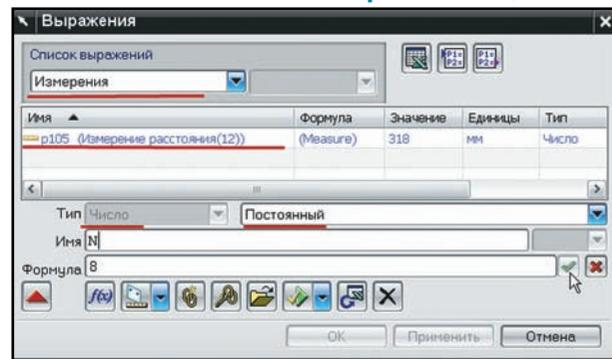

Рисунок 5.40. Выражения
- В этом же диалоге создайте новую переменную, определяющую количество отверстий, с типом **Число (Number)** и подтипом **Постоянный (Constant)** со значением 8, после чего закройте диалог (рис. 5.40).